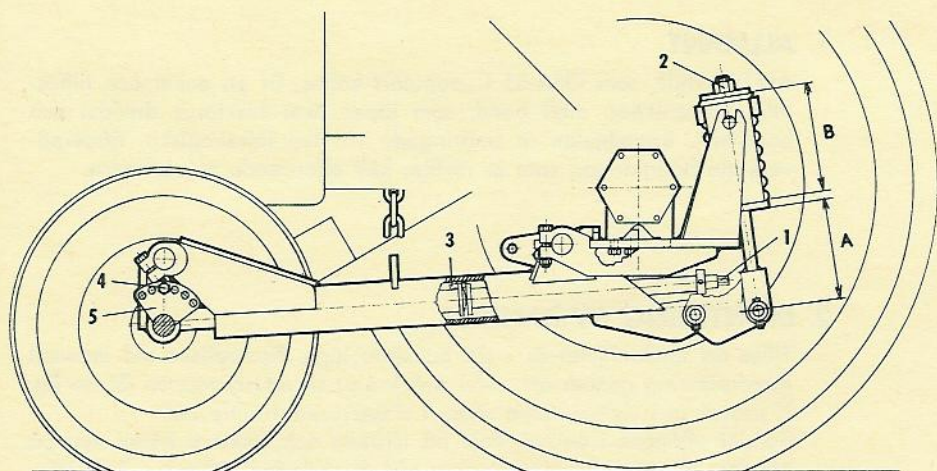
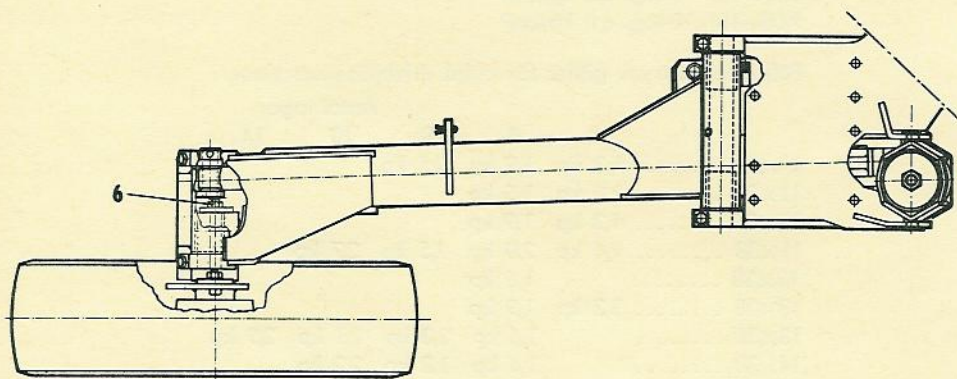

Fig. 1
Fig. 3
Tillse att mellanhjulet är i sitt bakersta läge. Kontrollera vid manuell bandspänning genom att vrida sträckröret så att styrtappen (3), se fig. 1, passar in i motsvarande uttag i sträckrörets främre del.
### Manuell bandspänning. (Se fig. 1.)
har utomordentligt stor betydelse för däckens och bandens livslängd, varför inställningen bör kontrolleras med vissa intervaller. Om Ni observerar att mellanhjulen eller drivhjulen "kliver" på bandens styrplåtar, är mellanhjulsinställningen felaktig och bör omedelbart justeras. För inställning av mellanhjulen finns på halvbandsutrustningen den s.k. skränksektorn (5), se fig. 1. Genom att vrida denna framåt erhålles (p. g. a. att mellanhjulsaxeln är exentrisk) större toe-in varvid även hjullutningen (cambern) ändras.
Innan ovanstående utföres skall kronmuttern (6), i fig. 3, på mellanhjulsaxelns inre ända lossas och bulten (4) i fig. 1, på skränksektorn borttagas. Efter utförd justering efterdrages kronmuttern (6) och bulten (4).